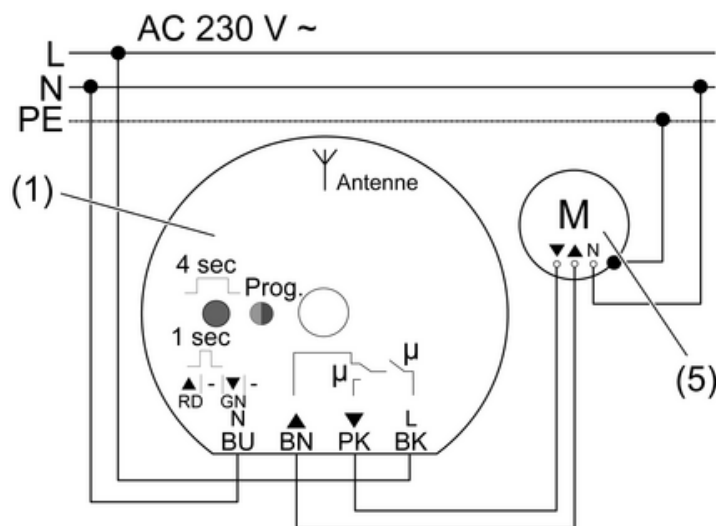

Bild 3
- Jalousieaktor (1) gemäß Anschlussplan (Bild 3) mit Verbindungsklemmen (siehe Verbindungsklemmen verwenden) anschließen und mit dem Jalousie- bzw. Rollladenmotor (5) verbinden.